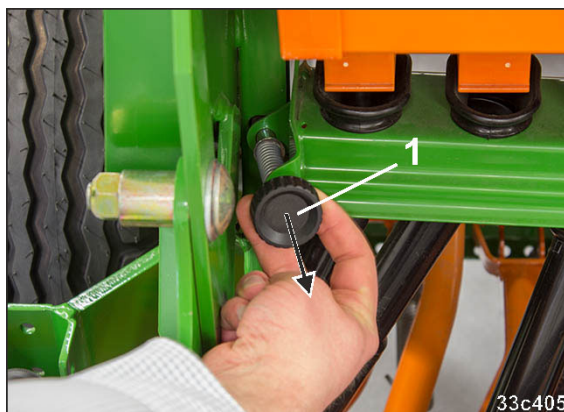

Рис. 131
1. Витягніть пружинний важіль (Рис. 131/1) збоку з фіксатора.